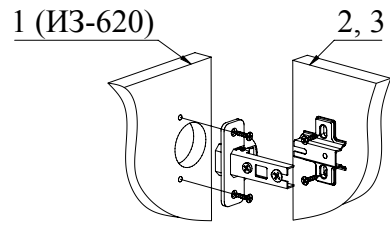

Рис.3
2. При помощи шурупов 3,5x16 закрепите петли на двери (дет. 1 от ИЗ-620), а при помощи евровинтов — ответные планки петель на детали 2 и 3 (Рис. 3).